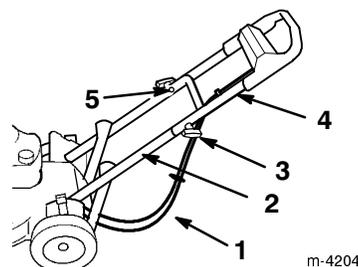

Figure 4
5. Glissez la partie supérieure du mancheron sur la partie inférieure de sorte qu'elles s'adaptent parfaitement (Fig. 4).
3. Bouton (2)
- Les câbles doivent passer sous et derrière la partie inférieure du mancheron, comme indiqué à la Figure 4.
- Fixez la partie supérieure du mancheron à la partie inférieure à l'aide de deux boulons profilés et boutons (Fig. 4).